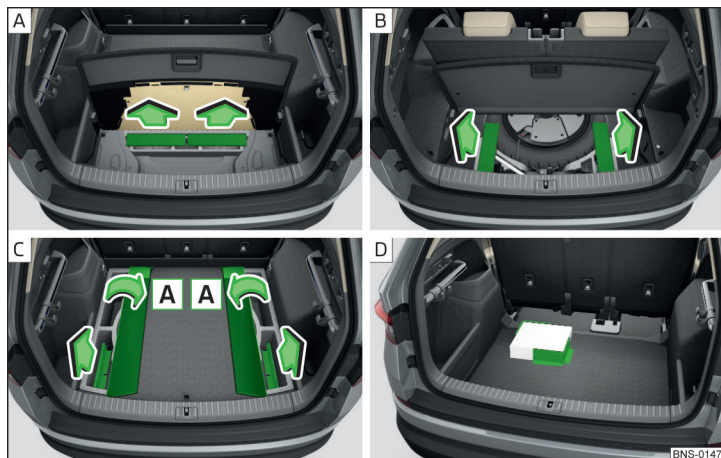

Fig. 153 Retirar: Variante 1 / Variante 2 / Variante 3 / Ejemplo de fijación de la carga
- » Antes del uso, retirar los elementos de carga en el sentido de las flechas » fig. 153 - [A], [B], [C].
- » Para llegarle a los elementos de Carga en la variante 3, primero replegar las partes laterales de la moqueta en la dirección de las flechas [A] » fig. 153 - [C].
- » Fijar la carga por medio de los elementos de carga si es posible cerca de los asientos traseros » fig. 153 - [D].